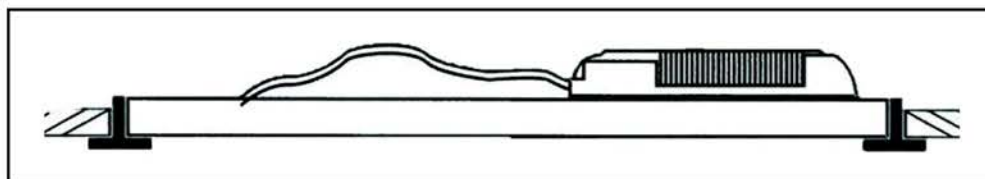
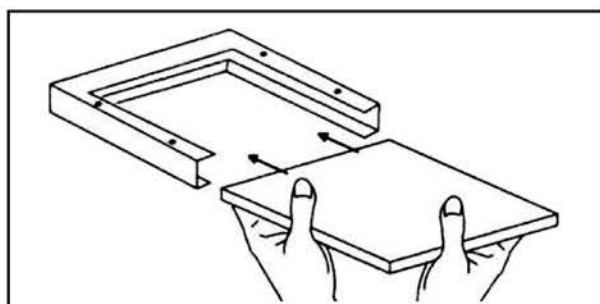

Рис. 2
Рис. 3
5.4 Конструкцией осветительного прибора предусматриваются следующие способы монтажа: подвесной с помощью комплектов подвеса CP 10 Suspension set (рис. 1), встраиваемый (на Т-профиль) (рис. 2) и накладной с помощью рамки CP 10 SMB 600x600 (рис. 3).
5.7 Накладной способ монтажа (рис. 3):